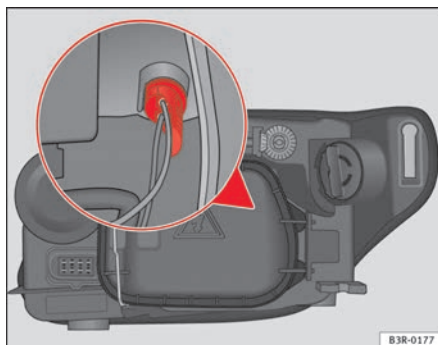

Fig. 206 Lámpara luz de posición
- Extraiga el portalámparas asiéndolo por la empuñadura ⇒ fig. 206 (también se puede extraer tirando de los cables del portalámparas).